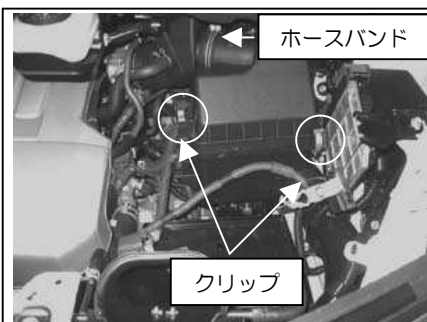

図 2
- ②エアフロカプラー、クリップを外し、ホースバンドを緩めクリーナーBOX 上側を外します。図 2 参照